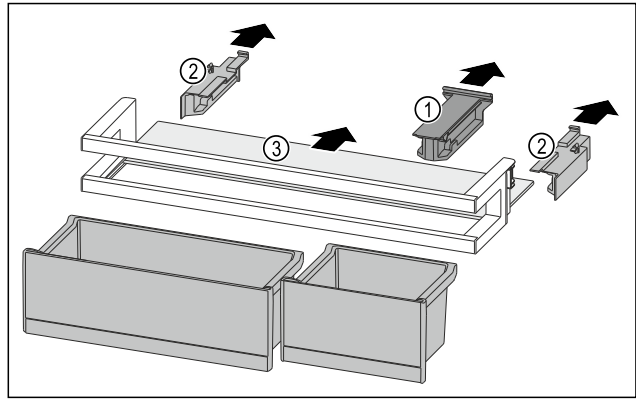

Fig. 137
- ▶ Húzza le a tartóelemet Fig. 137 (1).
- ▶ Húzza le az oldalsó részeket Fig. 137 (2).
- ▶ Vegye ki a tárolólapot Fig. 137 (3).